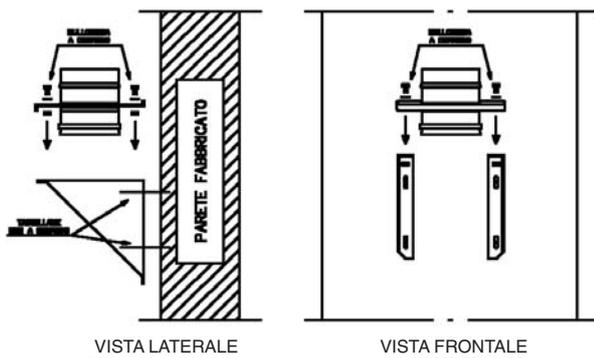
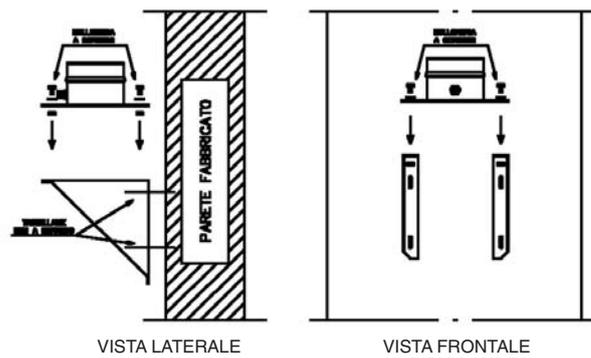

FIG. 3A Installazione coppia supporti con piastra intermedia
FIG. 3B Installazione coppia supporti con piastra di partenza
- Fissare i due elementi della coppia supporti EXCSDP al muro, creando tra essi un piano di appoggio orizzontale; fissare successivamente la piastra serrando i dadi ai rispettivi bulloni, come illustrato in Fig. 3A e Fig. 3B.